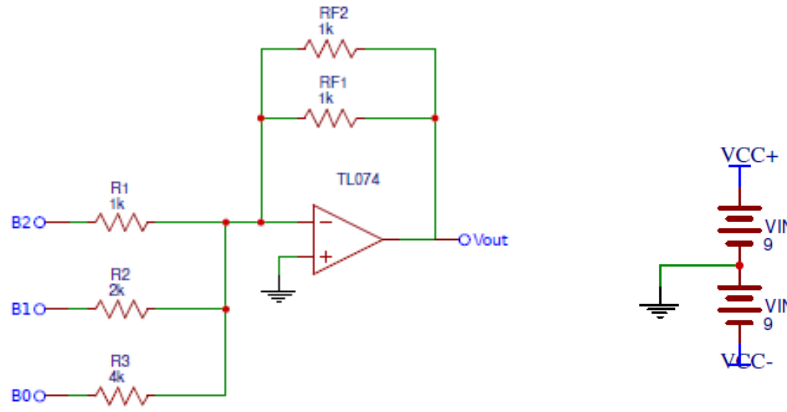

Figura 6: Circuito do conversor Digital-Analógico de 3 bits.
- 2.1. Monte o circuito do Conversor Digital-Analógico com resistores ponderados, mostrado na **Figura 6** e fotografe o circuito final. As entradas B0, B1 e B2 devem ser ligadas ou no VCC+ ou no GND dependendo se o bit do sinal digital de entrada for 1 ou 0, respectivamente. O sinal analógico correspondente pode ser obtido, com um multímetro, medindo-se a tensão Vout.